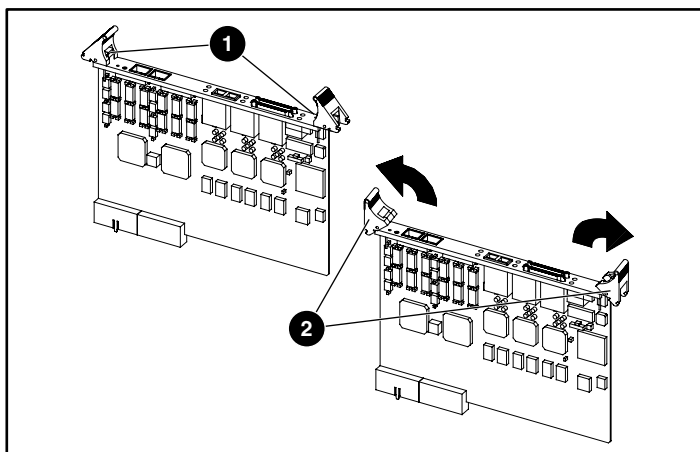

Figura 10: Estensione delle levette di espulsione
- ❶ Viti prigioniere
4. Sbloccare le levette di espulsione del router premendo i due pulsanti (vedere la Figura 10) e spingere le levette verso i bordi esterni della scheda router.